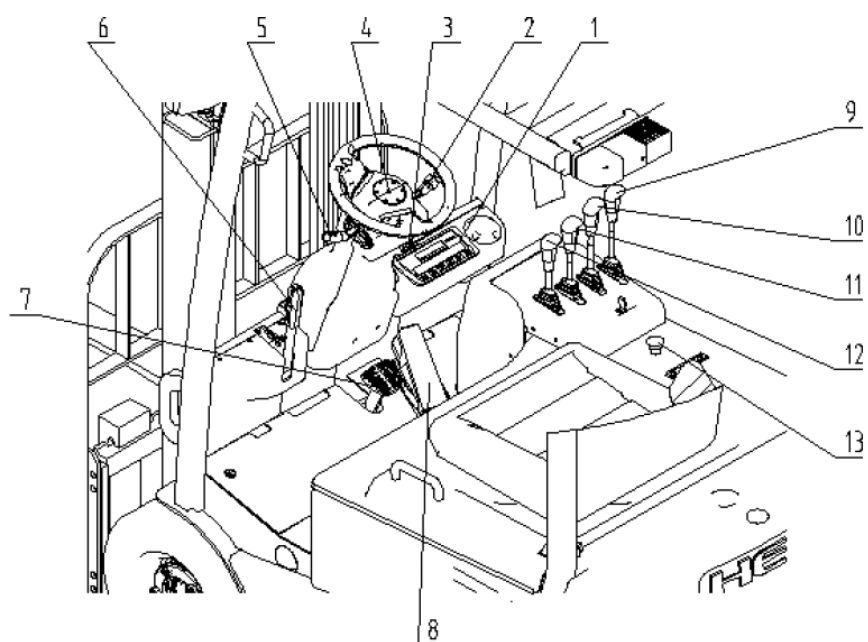

Рис. 1-1. Органы управления машиной.
1.4.1. Перед работой внимательно изучите описание, чтобы ознакомиться с органами управления (рис. 1-1), конструкцией и работой погрузчика. К работе допускается только сертифицированный персонал.